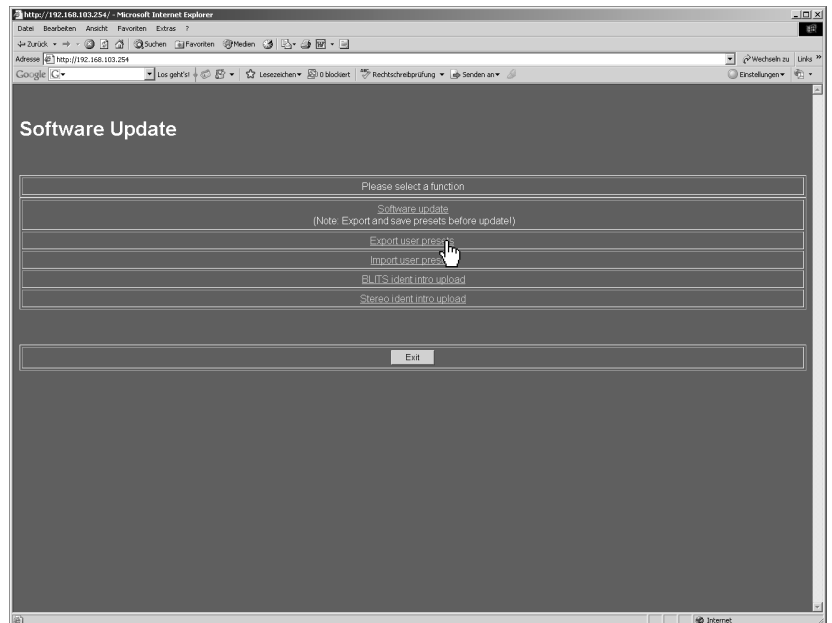
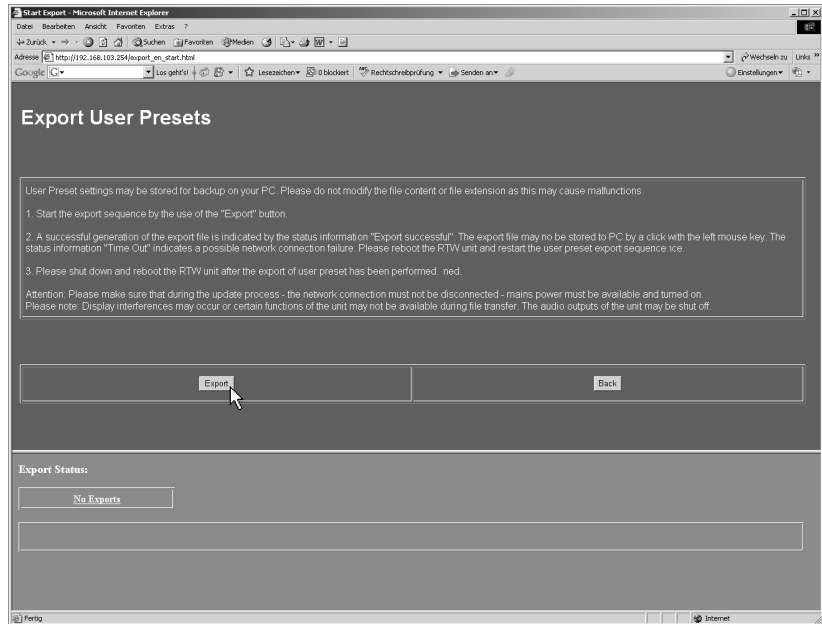
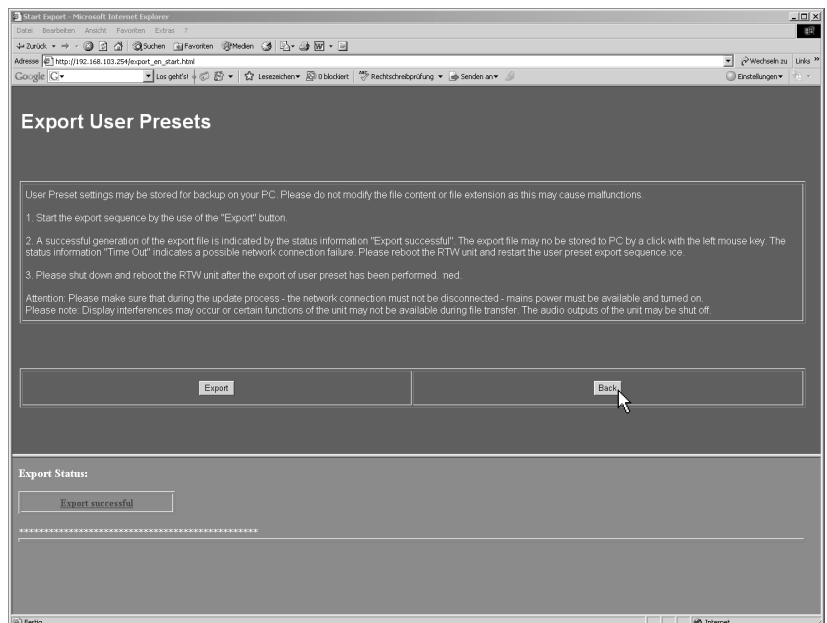

Bild 8-10: Anzeige des Software-Update-Programms in einem Internet-Browser
Bild 8-11: Anzeige der Export-Seite
Bild 8-16: Ende des Daten-Transfers der gewählten Update-Datei
2. Im Browser-Fenster erscheint das Software-Update-Programm des SurroundMonitor (siehe Bild 8-10). Wählen Sie „Export user presets“. **Beachten Sie bitte die Hinweise auf der Export-Seite** (siehe Bild 8-11).
3. Klicken Sie auf die Schaltfläche „Export“ (siehe Bild 8-11).
- Klicken Sie nach erfolgreichem Speichern auf die Schaltfläche „Back“ (siehe Bild 8-16), um auf die Startseite (siehe Bild 8-10) zurück zu kehren.
- Klicken Sie auf „Exit“, um das Update-Programm zu verlassen (siehe Bild 8-10). Schalten Sie den Netzschalter des SurroundMonitor aus und für einen Neustart nach einer kurzen Verzögerung wieder ein.